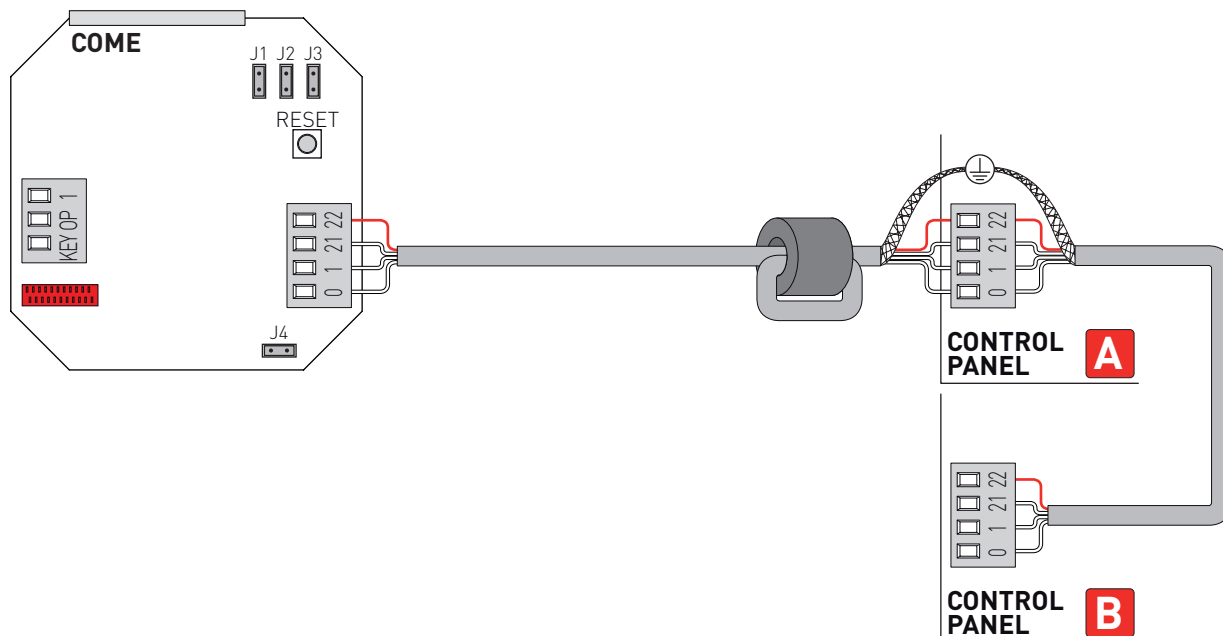

Fig. 4
- Con un unico selettore di funzioni COME è possibile impostare le medesime modalità di funzionamento su 2 automazioni, eseguendo i collegamenti elettrici indicati in fig. 4.
- With one single COME function selector the same function modes can be set in two different automations, by carrying out the electrical connections shown in fig. 4.